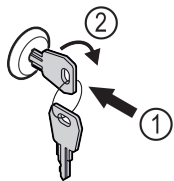

Fig. 110
- ▶ Introduceți cheia prin apăsare Fig. 110 (1).
- ▶ Rotiți cheia cu 90° în sensul acelor de ceasornic Fig. 110 (2).